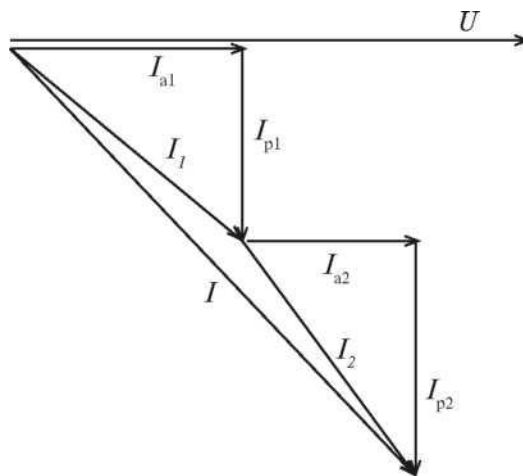

Рис. 57
5. Построим векторную диаграмму (рисунок 57)